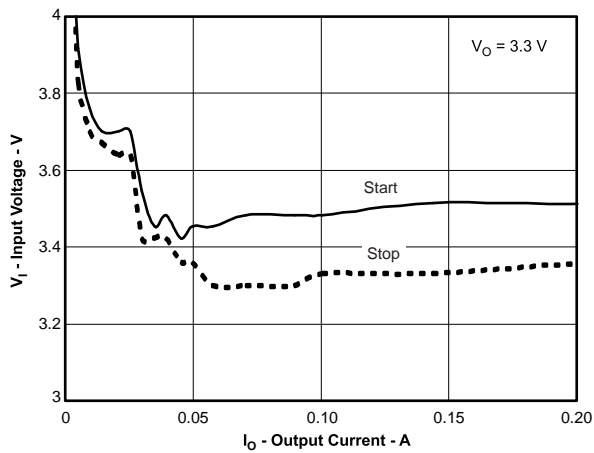
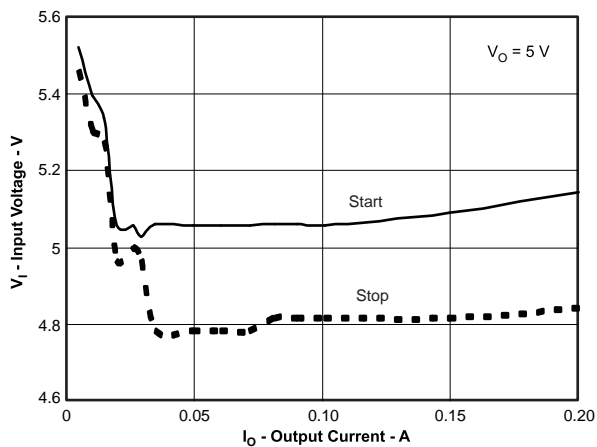

図 26. 3.3Vアプリケーションの開始/停止電圧
図 27. 5.0Vアプリケーションの開始/停止電圧
3.3V および 5V アプリケーションでの開始および停止電圧をそれぞれ図26および図27に示します。電圧は負荷電流に対してプロットされています。開始電圧は、1%以内のレギュレーションに必要な入力電圧として定義されます。停止電圧は、出力が5%低下するかまたはスイッチングが停止するときの入力電圧として定義されます。